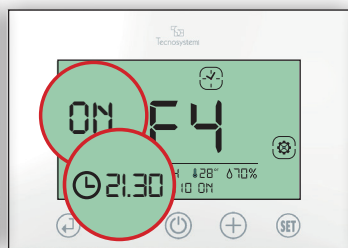

Fig.40
4.2 Impostare l'ora di accensione ON della fascia F4 (21.30) e confermare con (↵). (Fig.40)